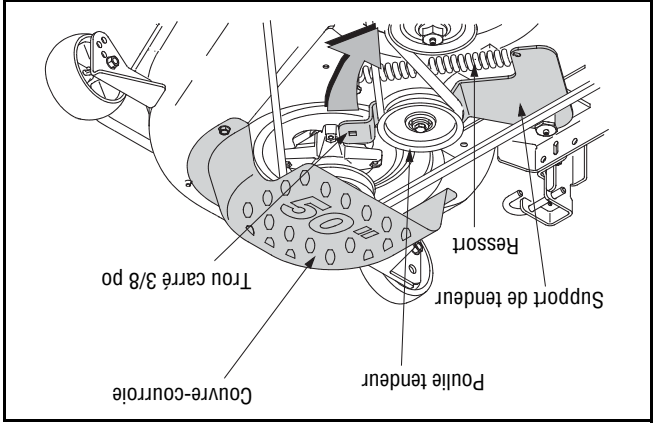
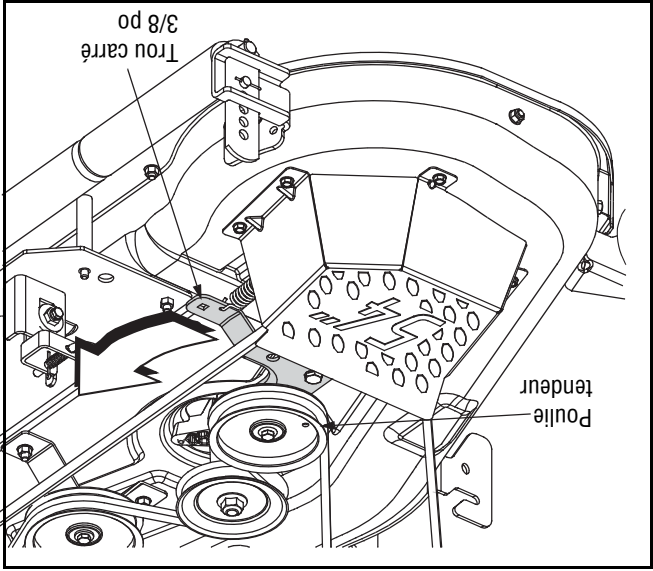

Figure 25
Figure 26
- Insérez une clé à cliquet de 3/8 po (pour serrer, Modèle GT2200 ou pour desserrer, Modèle GT2300) dans le trou carré qui se trouve sur le support de la poulie de tension, sur la gauche du plateau de coupe. Voir la Figure 25, Modèle GT2200 ou la Figure 26, Modèle GT2300.
- Installez les courroies neuves. Voir la Figure 26.